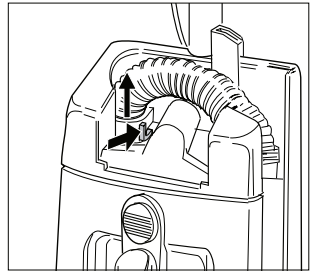

Fig. 11
- Pulsando la palanca de bloqueo puede desacoplarse la manguera del aparato. <Fig. 11>